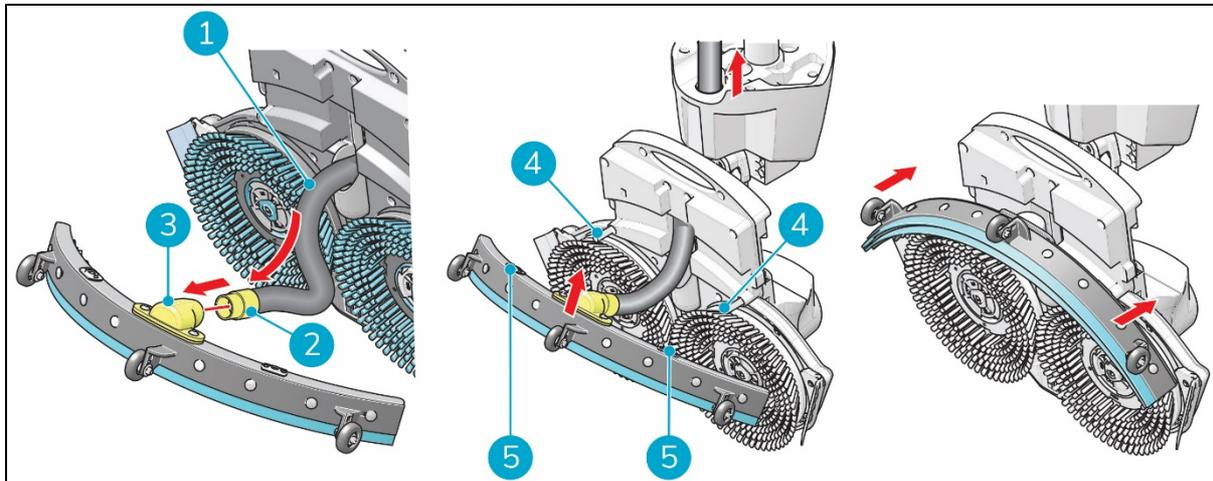

Abbildung 10
1. Greifen Sie den Saugschlauch (Figure 10, Pos. 1).
2. Führen Sie den Schlauchanschluss (Figure 10, Pos. 2) in die vorgesehene Öffnung der Abziehblattbaugruppe (Figure 10, Pos. 3) ein.
3. Drehen Sie den Schlauchanschluss zum Fixieren um eine Vierteldrehung (Figure 10, Pos. 2).
6. Richten Sie die Stifte am Bürstendeck (Figure 10, Pos. 4) an den Bohrungen in der Abziehblattbaugruppe (Figure 10, Pos. 5) aus.